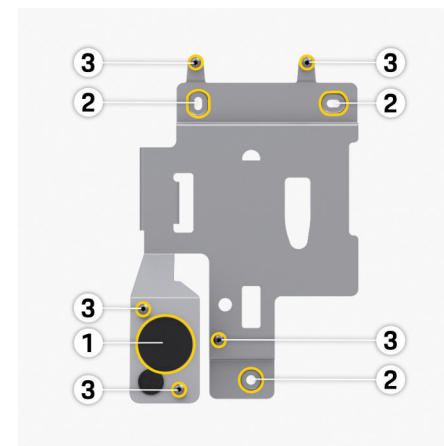

Fig. 32: Placa de montaje
- **Cable desde abajo:** Guiar el cable directamente hasta el orificio de la carcasa previsto **1** ▶ (Fig. 32).
- **Cable desde atrás:** Colocar la salida de cables de la pared a la altura de la fijación inferior izquierda **1** ▶ (Fig. 32).
1. Marcar en la pared los orificios de fijación según la plantilla de perforación **2** ▶ (Fig. 32).
4. Fijar la placa de montaje con tornillos **2** ▶ (Fig. 32).
7. Pasar el cable de infraestructura a través del pasacables 1 ▷ (Fig. 32).
Para instalar el cable Ethernet, colocar el pasacables (KEL-DP 20/4-1) desde fuera hacia dentro en el orificio de la carcasa (orificio izquierdo inferior 1 ▷ (Fig. 32)) preparado para garantizar la estanqueidad.
10. Fijar el Wallbox a la placa de montaje con cinco tornillos de fijación 3 ▷ (Fig. 32).